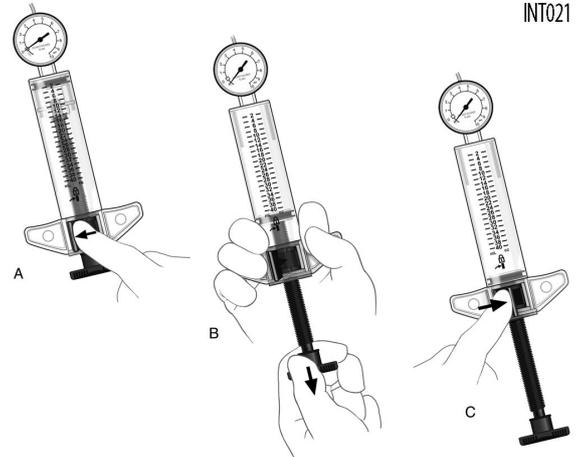

Figura 21
13. Una vez alcanzada la presión de inflado y tras mantenerla durante 10 segundos, desinfe el balón. Para ello, desbloquee el dispositivo de inflado, retraiga completamente el émbolo y bloquéelo en posición retraída (Figura 21).